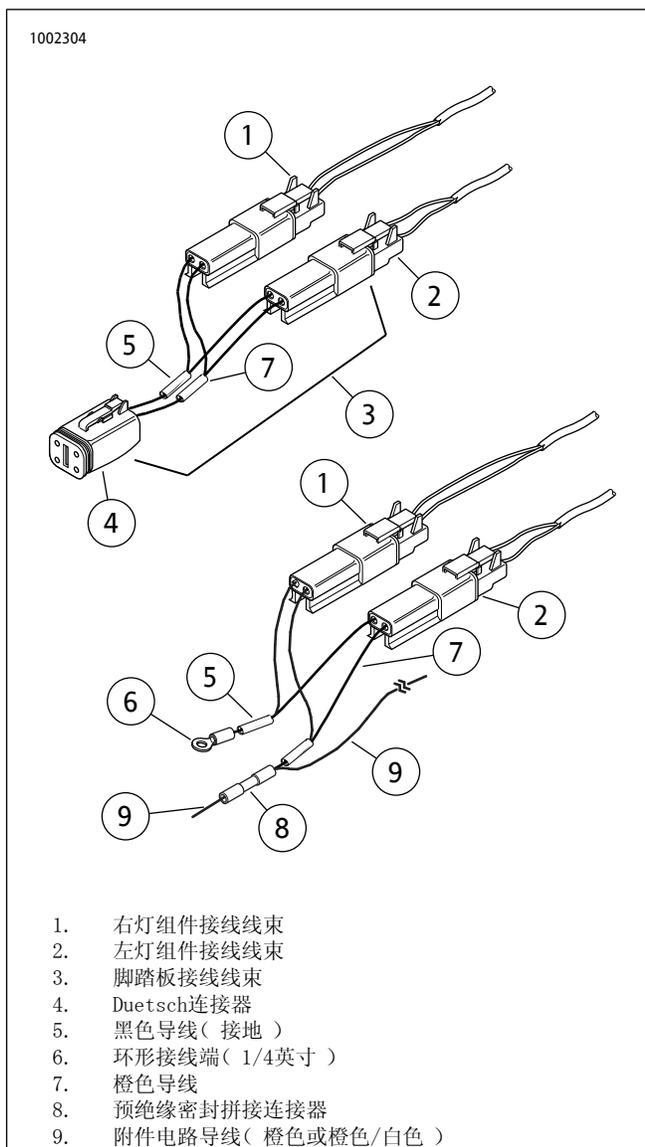

图3。电气连接(所有软尾车型)
1. 参见图3。将右(1)和左(2)灯组件线束插入套件中提供的脚踏板线束(3)。
5. 参见图3。拆解Duetsch连接器，从橙色(或橙色/白色)导线剥下一段绝缘层，并安装套件中提供的预绝缘密封拼接连接器(8)。